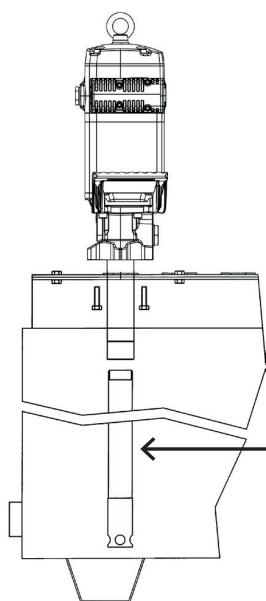

Fig. 2
- Fixation directe sur fût ou citerne (voir Fig. 2). Visser à la pompe le tube prolongateur correspondant (voir Fig. 2). Introduire le tube à l'intérieur du couvercle du fût/citerne. Visser la pompe au couvercle avec les vis M10 (4 orifices dans le gabarit de perçage de diamètre 112 mm).